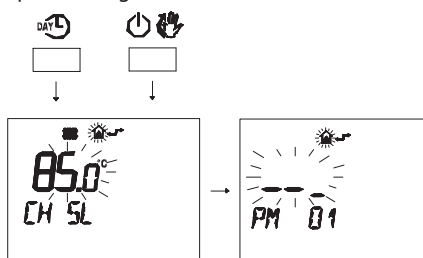

Figura 5.54
- Premere contemporaneamente i pulsanti e per entrare nella programmazione trasparente (Figura 5.54).